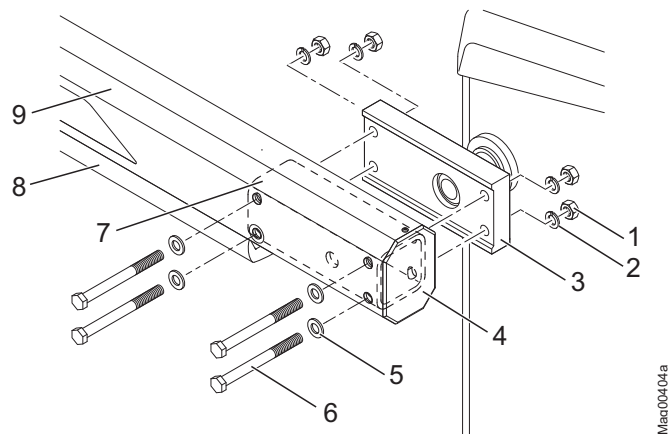

Bild 36: Montera bomröret
6. Skjut in fyrkantröret enligt bilden Bild 36 på flänssidan i bomröret.